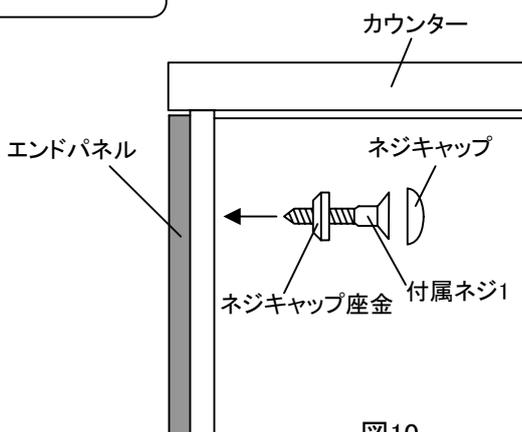

図10
- (3)エンドパネルを後壁に押し当て、側板の6ヶ所よりネジキャップ座金を介して付属ネジ1で固定してください。(図10参照)
- (4)固定したネジ頭にネジキャップを装着してください。(図10参照)